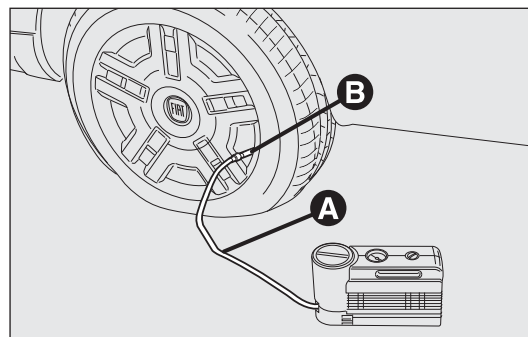

fig. 167
- ☐ Accione el freno de mano. Desenrosque el capuchón de la válvula del neumático, saque el tubo transparente de llenado A-fig. 167 y enrosque la corona B en la válvula del neumático;